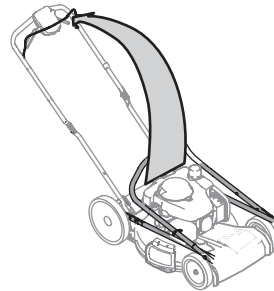

Figura 2
3. Mientras se estabiliza la cortadora de césped para que no se mueva, levante y gire suavemente la manija superior hasta la posición de funcionamiento (Figura 2). Asegúrese de que la manija inferior esté asentada firmemente sobre los soportes de la manija. No presione los cables del control de la transmisión o de la cuchilla mientras levanta la manija.